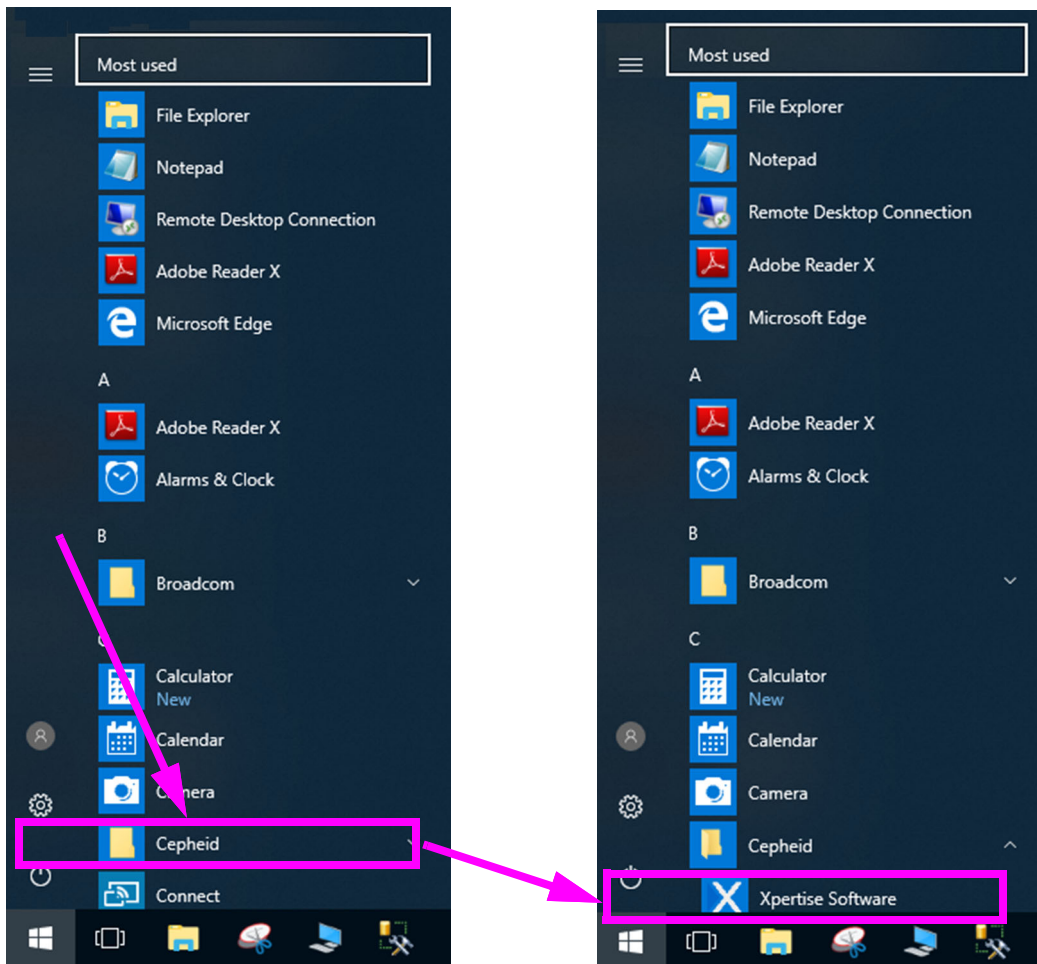

图 2-7. 从程序 (Program) 菜单启动 Xpertise 软件 (Xpertise Software) - Windows 10
- 在 Windows 任务栏上，选择  图标，然后选择 **Cepheid -> Xpertise 软件 (Xpertise Software)**。请参见图 2-7。